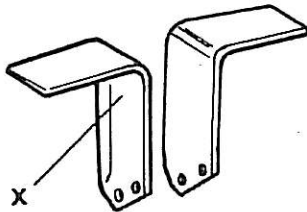
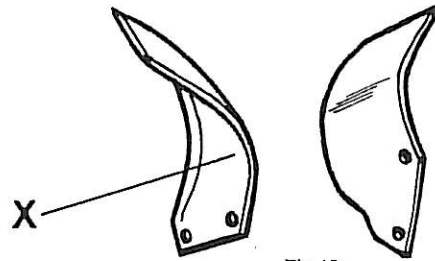

Fig. 9
Fig. 10
HR 15 Rotavator is fitted in the standard version with HOWARD BLADES model P Universal (ref. 9900 and 9901). See fig. 9 where the left hand blade (X) is shown. Optionally HR 15 Rotavator can be fitted with P helicoidal HOWARD BLADES (ref. 9948 and 9949) as shown in fig. 10 (left hand X). Use always only ORIGINAL HOWARD BLADES and HOWARD BLADES-BOLTS.
Sur la figure 9, la lame (X) est une lame gauche.
Le Rotavator HR15, peut être également équipé de LAMES HOWARD type P hélicoïdales (réf. 9948 et 9949) comme montré en figure 10. (lame X: gauche). N'utiliser que des LAMES HOWARD et des boulons de LAMES HOWARD d'origine.
El Rotavator HR15 en versión standard está equipado CUCHILLAS HOWARD modelo P Universal (ref. 9900 y 9901). En la fig. 9 se muestran la mano izquierda (X) y la mano derecha. Opcionalmente el Rotavator puede ser equipado con CUCHILLAS HOWARD P helicoidal (ref. 9948 y 9949) como se aprecia en la fig. 10 (mano izquierda X). Usar siempre solo CUCHILLAS ORIGINALES HOWARD y TORNILLOS PARA CUCHILLAS HOWARD.
O Rotavator HR15 em versão standard está equipado com FACAS HOWARD modelo P Universal (ref. 9900 e 9901). Ver fig. 9, onde se mostram a de mão esquerda (X) e a de mão direita.
Opcionalmente o Rotavator pode ser equipado com FACAS HOWARD P helicoidais (ref. 9948 e 9949) como se pode ver na fig. 10 (mão esquerda X). Usar sempre FACAS ORIGINAIS HOWARD e PARAFUSOS PARA FACAS HOWARD.